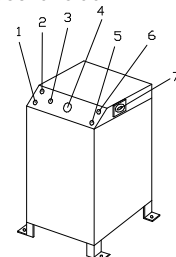

Fig.17
6. BEDIENING EN GEBRUIK (Fig.17)